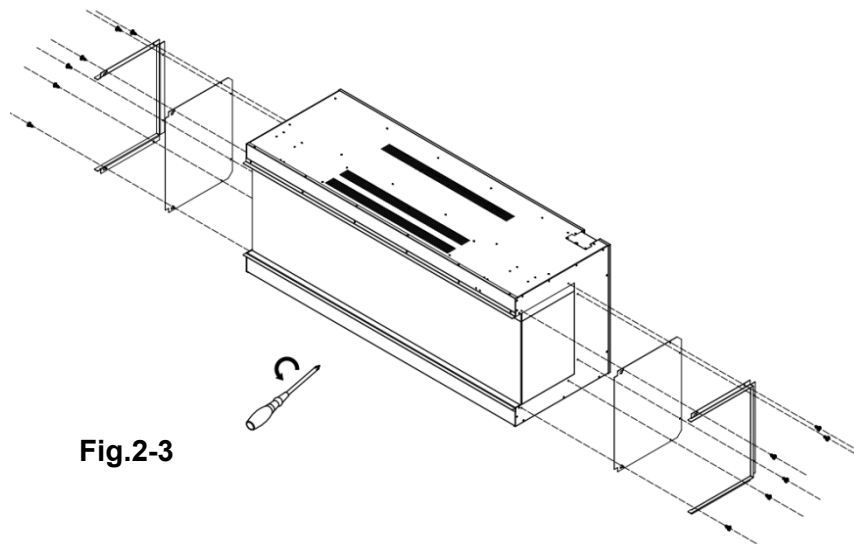

Fig.2-3
2. Scoateți barele și panourile de protecție dacă doriți să vedeți focul din trei părți. Fig.2-3